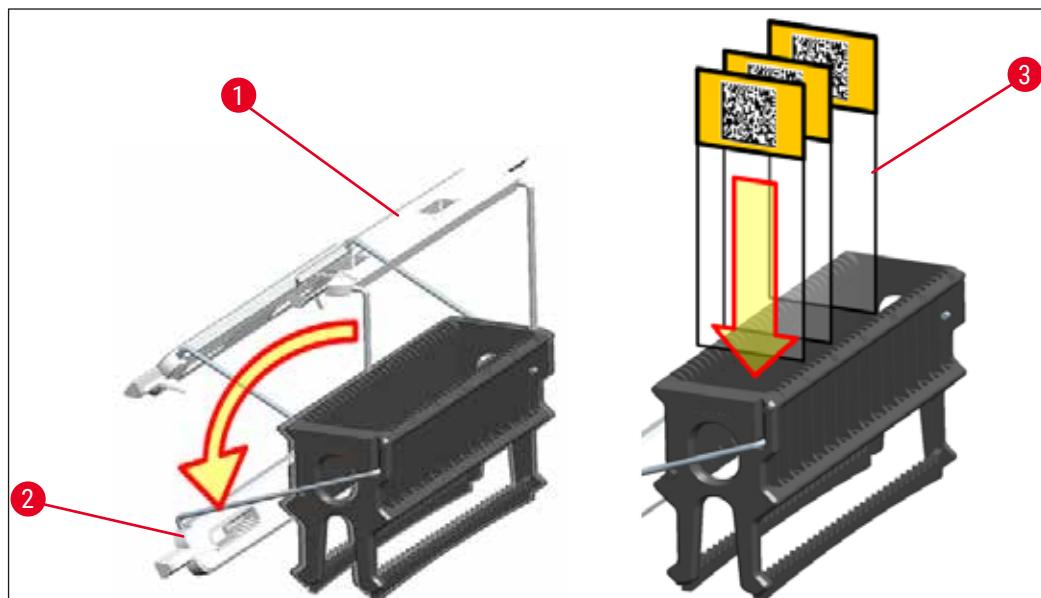

図 85
- ラックは Leica のロゴがある側が前面です。ハンドル取り付け後、ハンドルを見ると、「Front」の表示が目に入ります (→「図85」)。
- ラックハンドルを正立位置にします（→「図85」）。